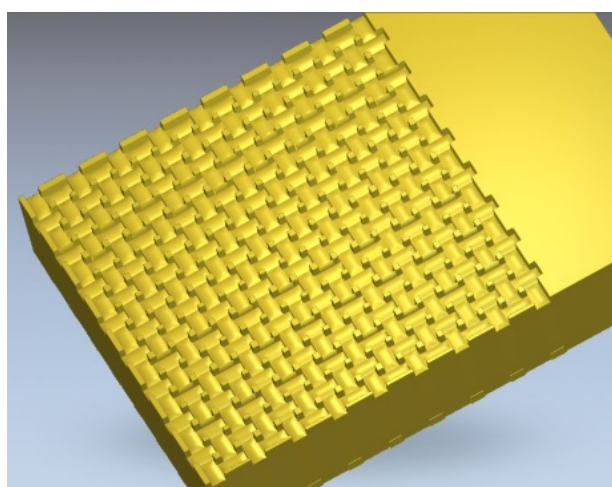

Рис. 4.15. 3D-модель кліше для виготовлення ременя
3. Отримуємо 3D модель кліше для виготовлення майбутнього ремня (рис. 4.15).